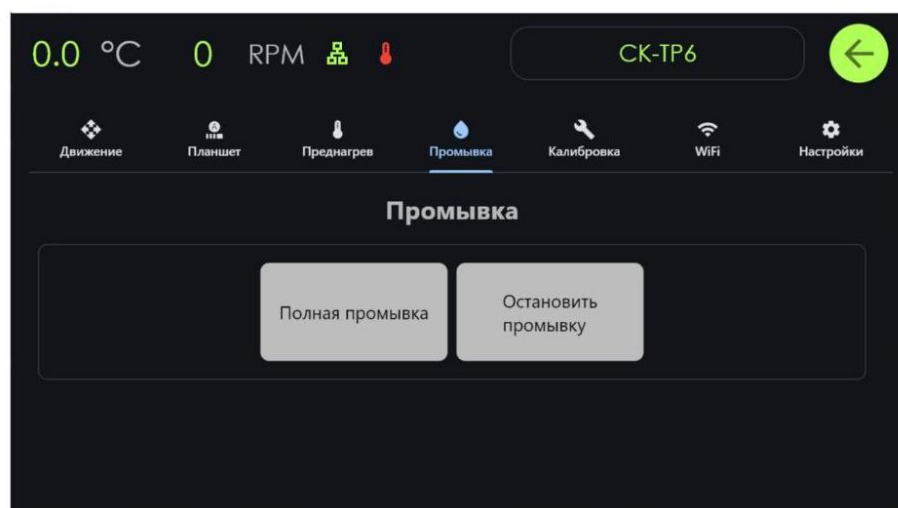

Рисунок 41 – Сервис. Полная блокировка промывки
- промывка (+кнопка остановки в сервисе) (рисунок 41)
- промывка (+кнопка остановки в сервисе) (см. стр. 25, рисунок 41)